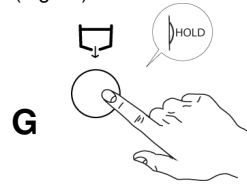

Fig.42
- 2- Tenere premuto per tutta la durata dello svuotamento vasca il TASTO "I" scarico acqua. (Fig.42)